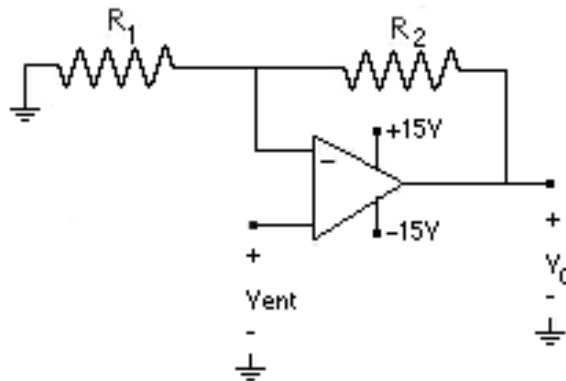

Figura 9.1.- Amplificador no inversor
- 1.- Deduzca la expresión del voltaje de salida para el amplificador no inversor cuyo circuito se muestra en la Figura 9.1, considerando que el amplificador operacional es ideal, utilizando los valores indicados por su profesor y alimentándolo con fuentes de $\pm 15V$.
- 4.- Realice el análisis AC SWEEP en SPICE del circuito de la figura 9.1 para graficar el voltaje V_o en función de la frecuencia dentro del rango de frecuencias de 100 Hz a 500 kHz, considerando que la señal de entrada tiene una amplitud de 1V.